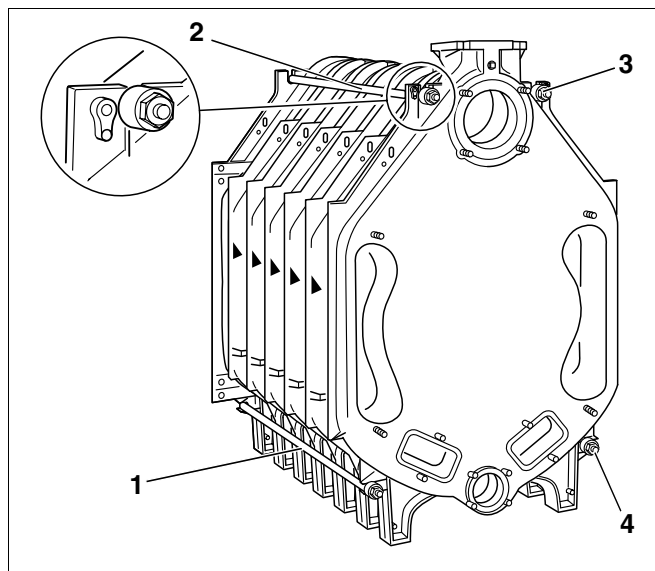

Fig. 22 Montering av ankerstag
- Sett ankerstagene med de monterte fjæringspakkene inn i knastene på høyre og venstre side, oppe og nede ved siden av kjelens nav (Fig. 22, Pos. 1 til 4).